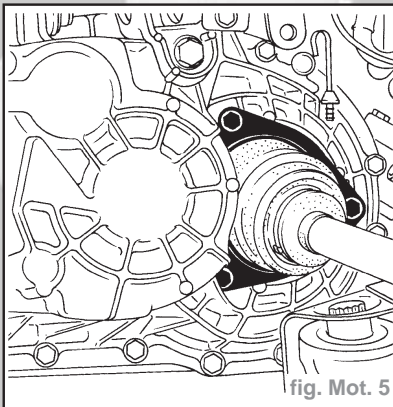

fig. Mot. 5
- **Côté gauche**, enlever les 3 vis de fixations du soufflet de transmissions sur la boîte (fig. Mot. 5).